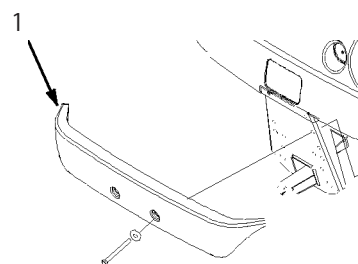

図5
2. 取り外したネジ類を使ってバンパーを取り付ける (図5)。